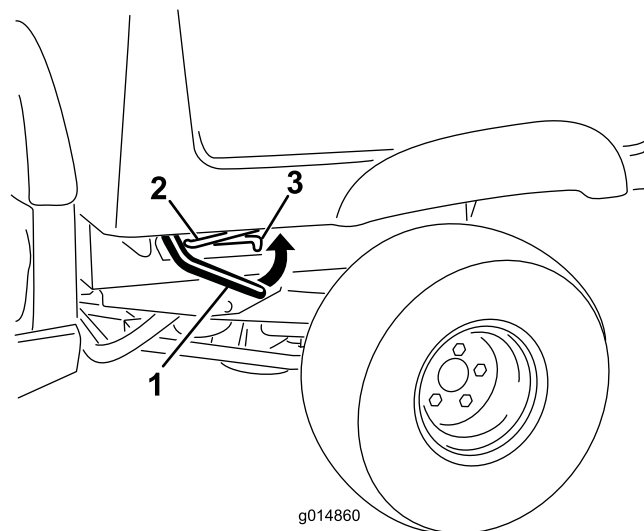

Рисунок 10
1. Поднимите один из рычагов защелок, которые находятся с обеих сторон машины рядом с передними углами грузового кузова, и поднимите кузов (Рисунок 10).
2. Закрепите грузовой кузов, вставив опорную стойку в заднее фиксированное положение в конце паза, находящегося в левой раме машины (Рисунок 10).
1. Немного приподнимите грузовой кузов, нажав вверх на рычаг защелки (Рисунок 10).
2. Вытяните опорную стойку из паза с фиксацией (Рисунок 10).
3. Опустите кузов, чтобы он надежно зафиксировался защелками (Рисунок 10).